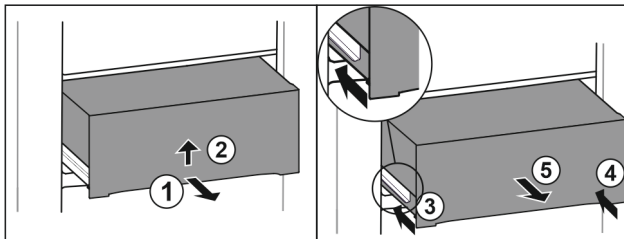

Fig. 35
- Tirer le tiroir jusqu'à mi-chemin. Fig. 35 (1)
- Soulevez le tiroir par le bas. Fig. 35 (2)
- Rentrer le rail de gauche. Fig. 35 (3)
- Rentrer le rail de droite. Fig. 35 (4)
- Retirer le tiroir par l'avant. Fig. 35 (5)